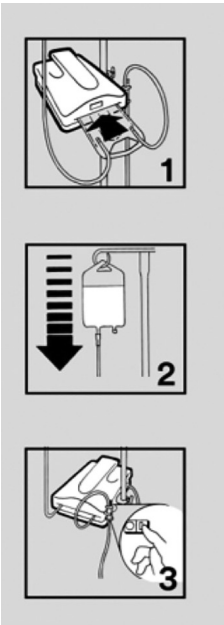

Figura 4
- 2. Far scorrere la cassetta nella fessura dell'unità riscaldante. La cassetta può essere inserita nel dispositivo in una sola direzione (vedere Figura 4, n.1).
- 3. Riempire il set riscaldante. Per maggiori informazioni sul riempimento del set, consultare le istruzioni fornite con i set riscaldanti (vedere Figura 4, n.2).
- 5. Collegare il cavo di alimentazione a una presa appropriata. Accendere l'unità (vedere Figura 4, n.3). In pochi secondi il display alfanumerico si illuminerà. Per riscaldare alla temperatura di riferimento di 41°C occorrono meno di due minuti.